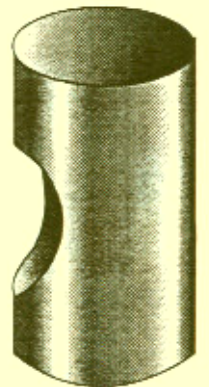

Abb.1
- Öffnung für die Rohrmanschette mit Blechschere, Trennscheibe oder Säge in das Abgasrohr schneiden. Die Rohrmanschette soll mit der ganzen Dichtfläche am Rauchrohr anliegen. (Abb.1)